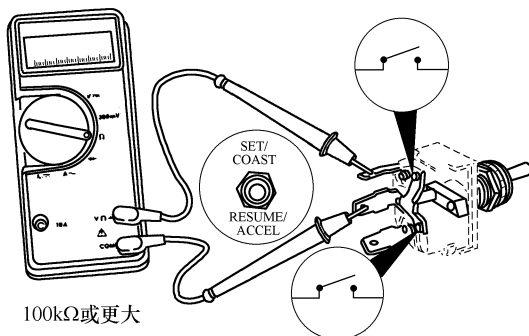

图 5-137 释放开关,测量开路电阻
⑤ 当释放巡航控制选择开关时,万用表必须显示开路,电阻大于 $100\text{k}\Omega$,如图 5-137 所示。如果电阻值不正确,说明开关存在故障,应进行维修。